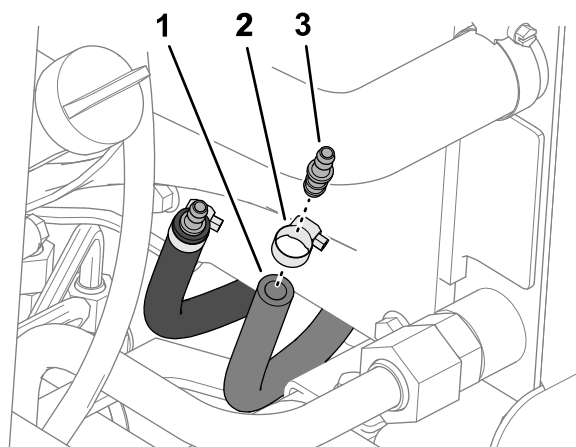

Figura 13
1. Inserite un raccordo dentellato per flessibili in ciascuno dei flessibili del refrigeratore del carburante (Figura 13).
2. Fissate il raccordo del flessibile a ciascuno dei flessibili con le fascette stringitubo con vite senza fine (Figura 13).